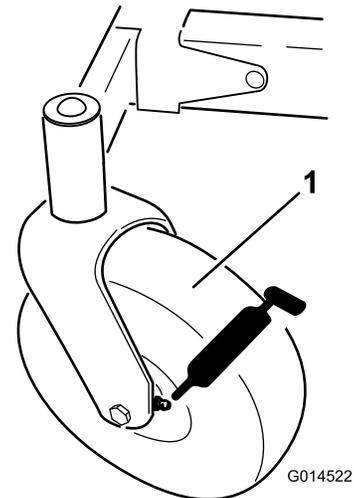
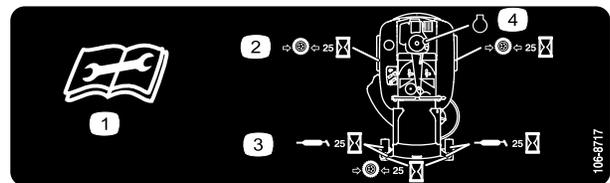

Bild 30
Bild 31
3. Reinigen Sie die Schmiernippel (Bild 30 und Bild 31) mit einem Lappen.
4. Setzen Sie die Fettpresse nacheinander an allen Nippeln an (Bild 30 und Bild 31).